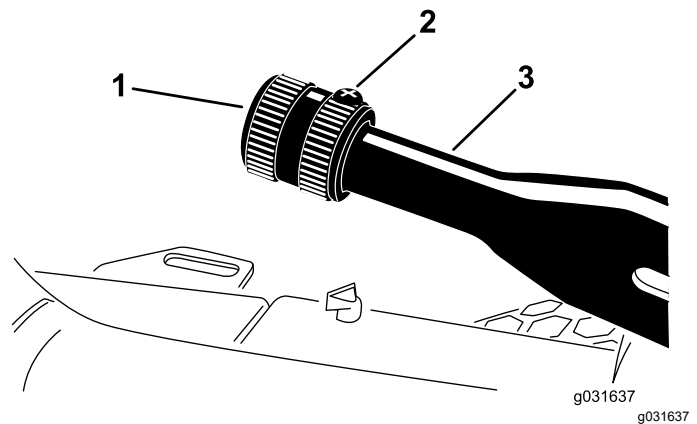

Bild 60
1. Lockern Sie die Stellschraube, mit der das Handrad am Feststellbremshebel befestigt ist (**Bild 60**).